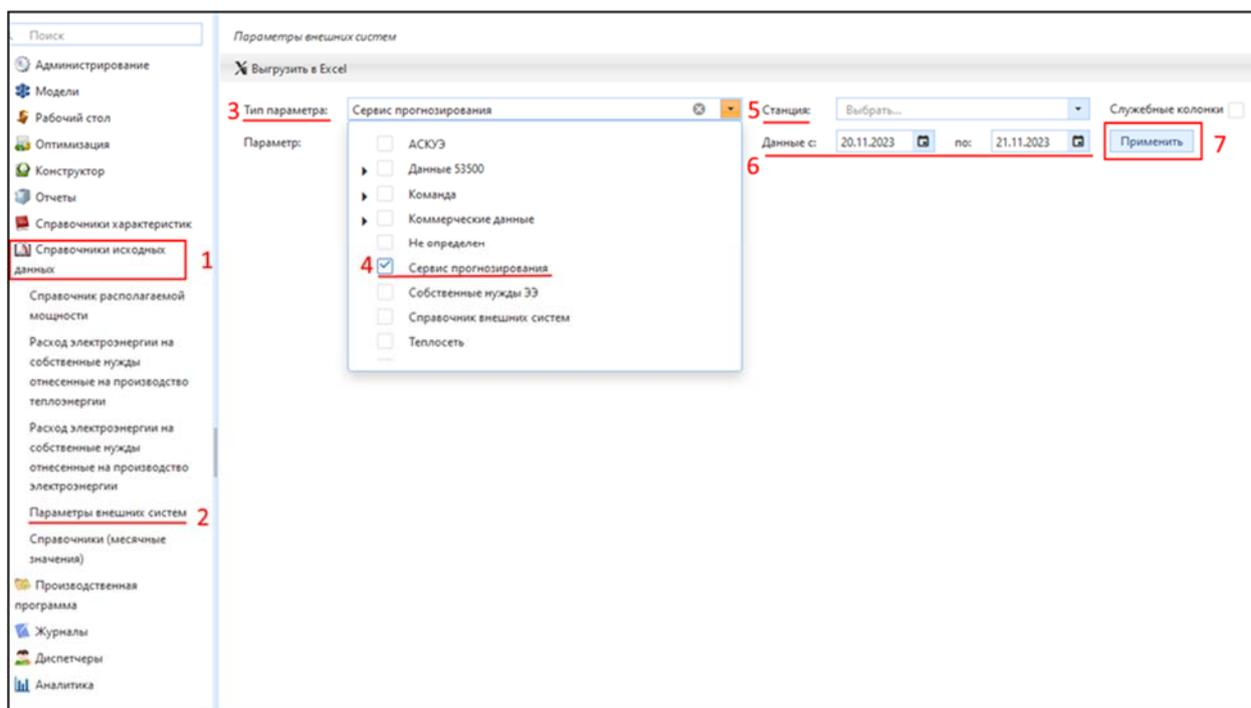

Рисунок 3.4.16 – Интерфейс подраздела «Параметры внешних систем»
Для просмотра прогнозируемых параметров необходимо (рис. 3.4.16): Перейти на сервер ИАС в модуль «Справочники исходных данных» (1) в подраздел «Параметры внешних систем» (2) и выбрать для строки «Тип параметра» (3) из выпадающего списка «Сервис прогнозирования» (4), посредством нажатия ЛКМ на чек бокс соответствующей надписи, для его активации. Также необходимо выбрать станцию (5) из выпадающего списка, диапазон дат (6) для отображения и нажать ЛКМ кнопку «Применить» (7).